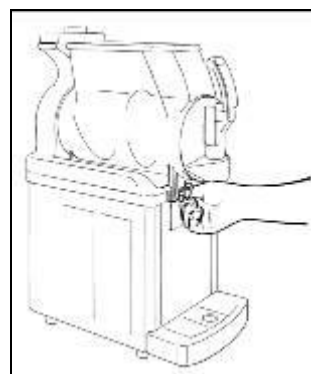

Fig. 5
- Svitare e sfilare i pomelli (fig.5).